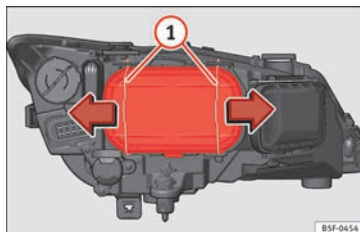

Fig. 102 Médios.
- Desloque os tirantes » Fig. 102 ① no sentido da seta e puxe a tampa.